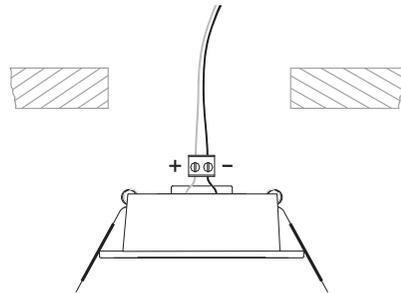

Bild 1
- Lautsprecher-Anschlussleitung von oben durch die Deckenöffnung führen und an den Schraubklemmen + (weiß) und - (schwarz) anschließen (Bild 1).